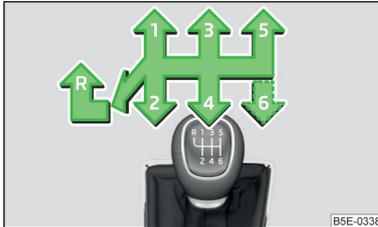

Abb. 133
Auf dem Schalthebel sind die einzelnen Gangstellungen dargestellt » Abb. 133.
- › Den Schalthebel völlig nach links und dann nach vorn in **R**-Stellung stellen » Abb. 133.